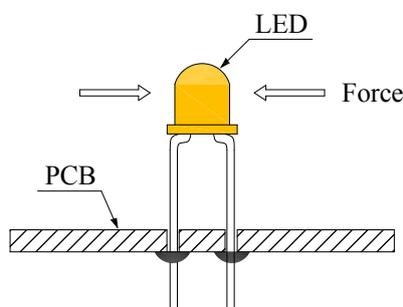

Fig. 9
- 4.6. 完成焊接或高温组装后，LED 需冷却降温至 50°C 时才能施加外力。但要避免在 LED 上施加过多的力，以免损坏 LED。如有任何问题，请联系佳光销售人员做正确的操作指导。（图 9）